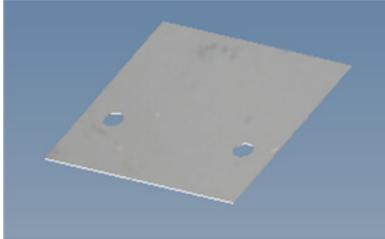

Bild 12 Schablone f. Sockel
3.2.2 Trapezbleche unter Verwendung der mitgelieferten Schablone (siehe Bild 12) nach Vorlage bohren.